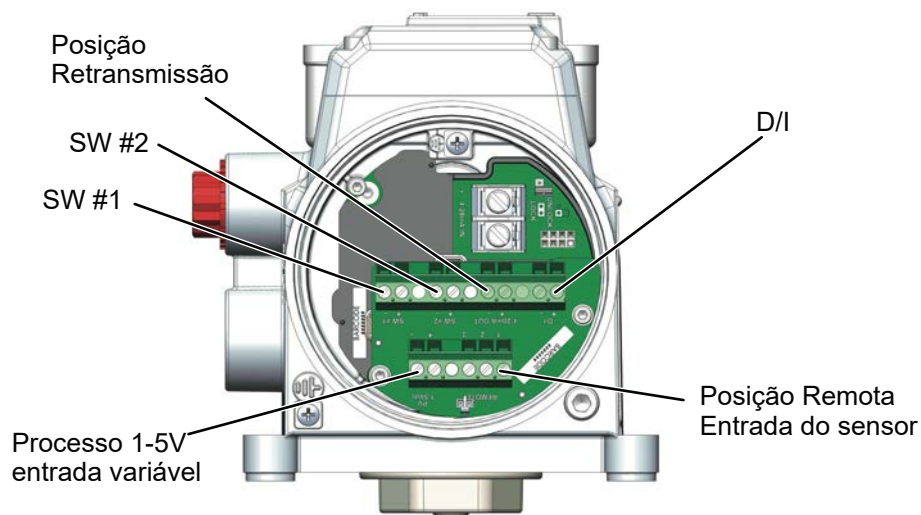

Figura 18 - Conexões ao módulo eletrônico de opções (via placa de terminais)
3. Localize o bloco de terminais correto no Módulo de Opções (consulte a Figura 18).